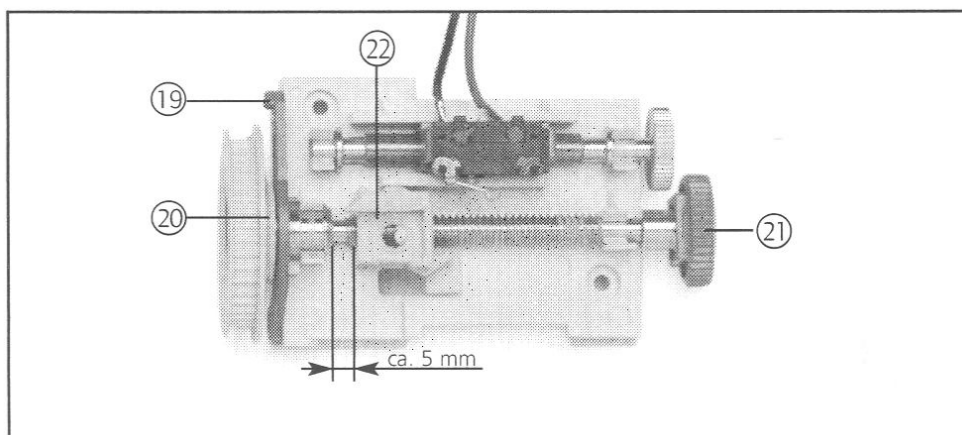

Рис.15 Установка референтной точки (ворота закрыты)
- Передвигая вперед красный рычаг холостого хода (19) и нажимая на диск переходника (20) ходового колеса, разблокируйте переключающий шпиндель (см. рис. 15).
- Поворачивайте накатной ролик (21) по часовой стрелке до тех пор, пока переключающая каретка (22) не будет находиться примерно в 5 мм от левого скошенного хомутика переключающего шпинделя (см. рис. 15).